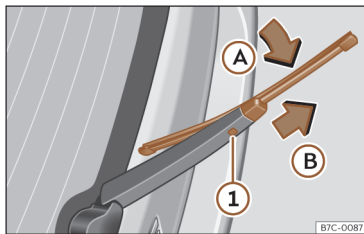

Fig. 182 Remplacement du balai d'essuie-glace arrière.
- Faites pivoter légèrement le balai d'essuie-glace >>> **fig. 182** (flèche **A**).